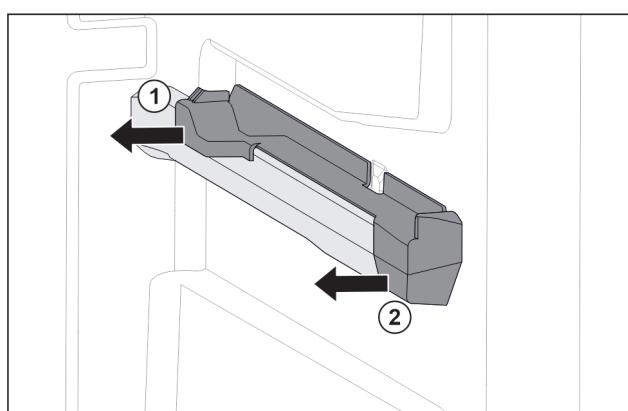

Fig. 146 Násuvný diel na pravom rebre nádoby
► Stiahnite násuvný diel vzadu do strany. Fig. 146 (1)
► Stiahnite násuvný diel vpredú do strany. Fig. 146 (2)